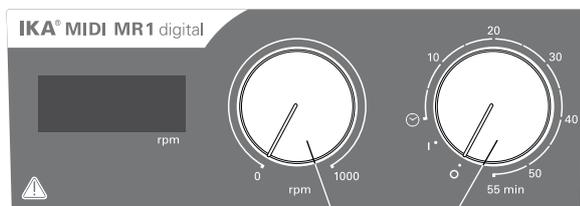

Fig. 3
- ☞ For at tænde for apparatet drej drejeknappen „Til/fra“ og „Timer“ (B, se Fig. 3) med uret til position „1“.
- ☞ For at slukke for apparatet drej drejeknappen „Til/fra“ og „Timer“ (B) til position „0“.
- ☞ Indstil motorens omdrejningstal med reguleringsknappen „Omdrejningstal“ (C, se Fig. 3). Motorens omdrejningstal kan sættes til 0 til 1000 rpm for **MIDI MR 1 digital** hhv. 0 til 600 rpm for **MAXI MR1 digital**.